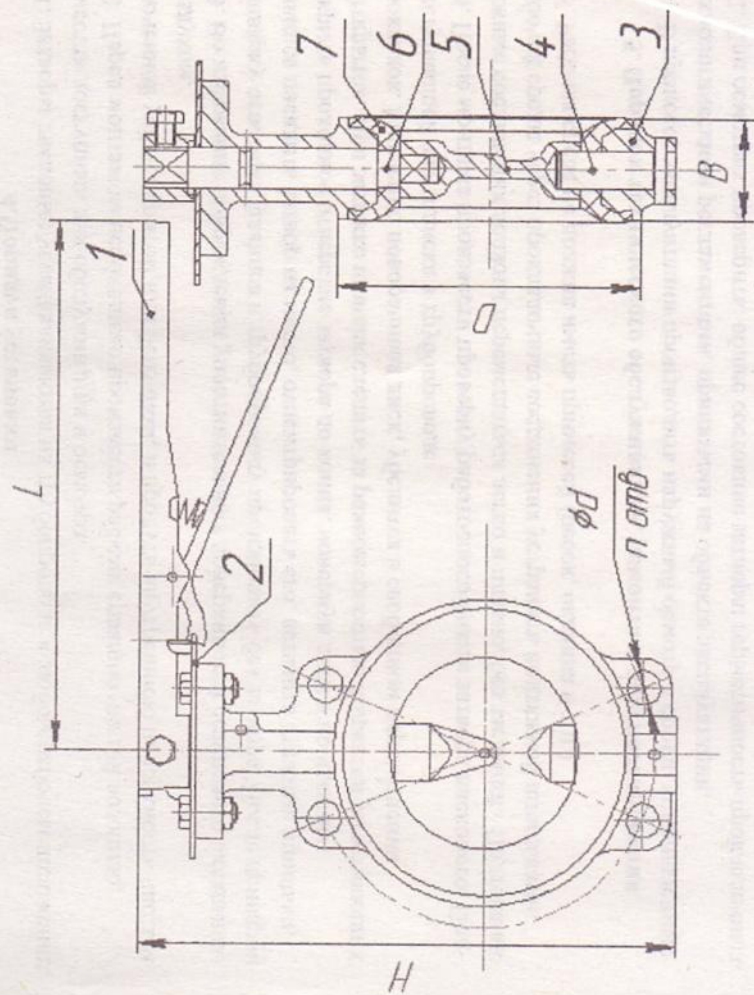

Рис.1
- 3.2. Основные габаритные и присоединительные размеры указаны на рис.1